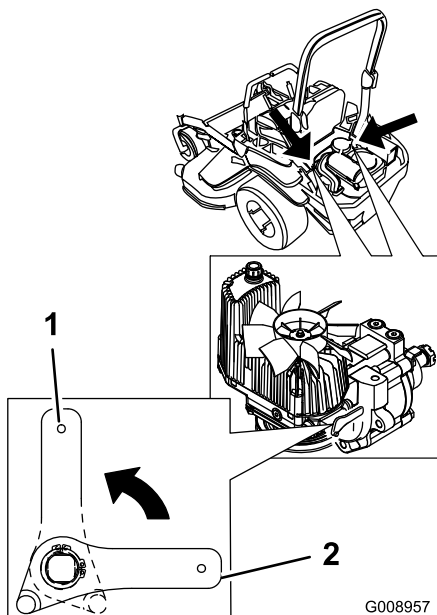

Figura 38
2. Rode as alavancas da válvula de libertação na posição vertical para empurrar a máquina (Figura 38).
4. Rode as alavancas da válvula de libertação horizontalmente para a máquina trabalhar (Figura 38).